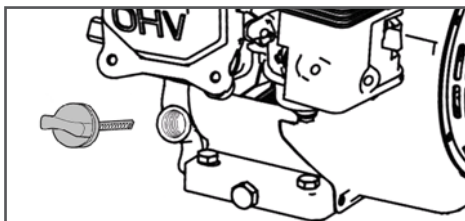

Рис. 4 Крышка-щуп маслозаливной горловины
3. Выкрутите крышку-щуп маслозаливной горловины и извлеките щуп (Рис. 4).